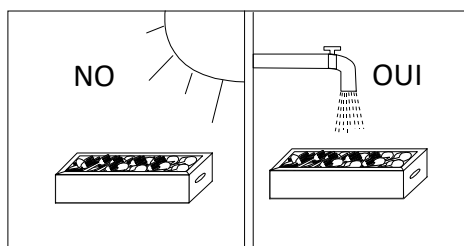

FIG. 5
- . Les couverts doivent toujours être introduits humides dans la machine. La machine est totalement inefficace face aux couverts déjà secs.(fig5)